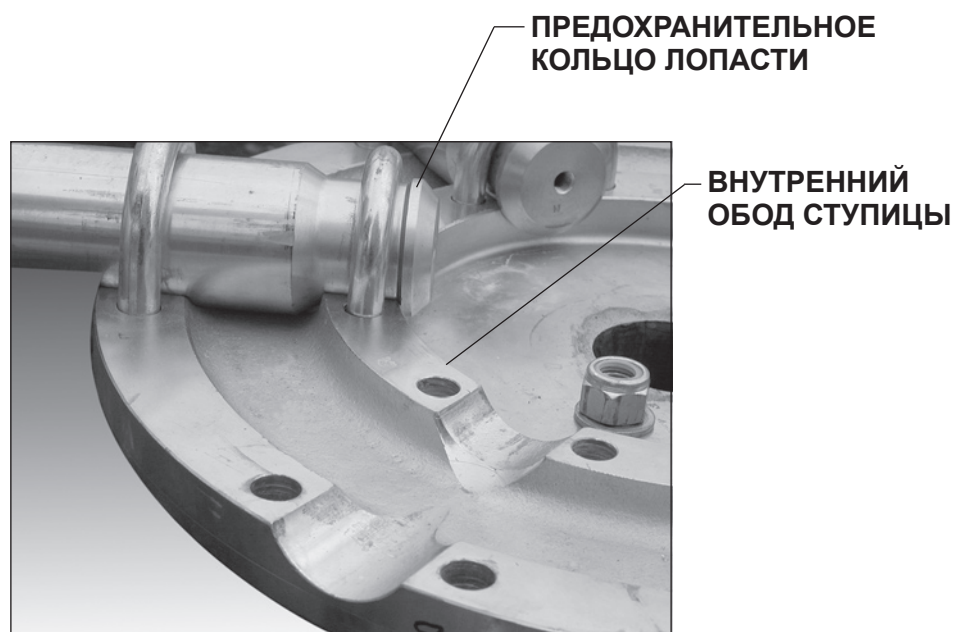

Рис. 3.
- 4—Убедитесь, что предохранительное кольцо на хвостовике лопасти находится внутри внутреннего обода ступицы. См. **рис. 3**.
- 6—Потяните лопасть радиально наружу, чтобы убедиться, что предохранительное кольцо на хвостовике соприкасается с внутренним кольцом ступицы. См. **рис. 3**.